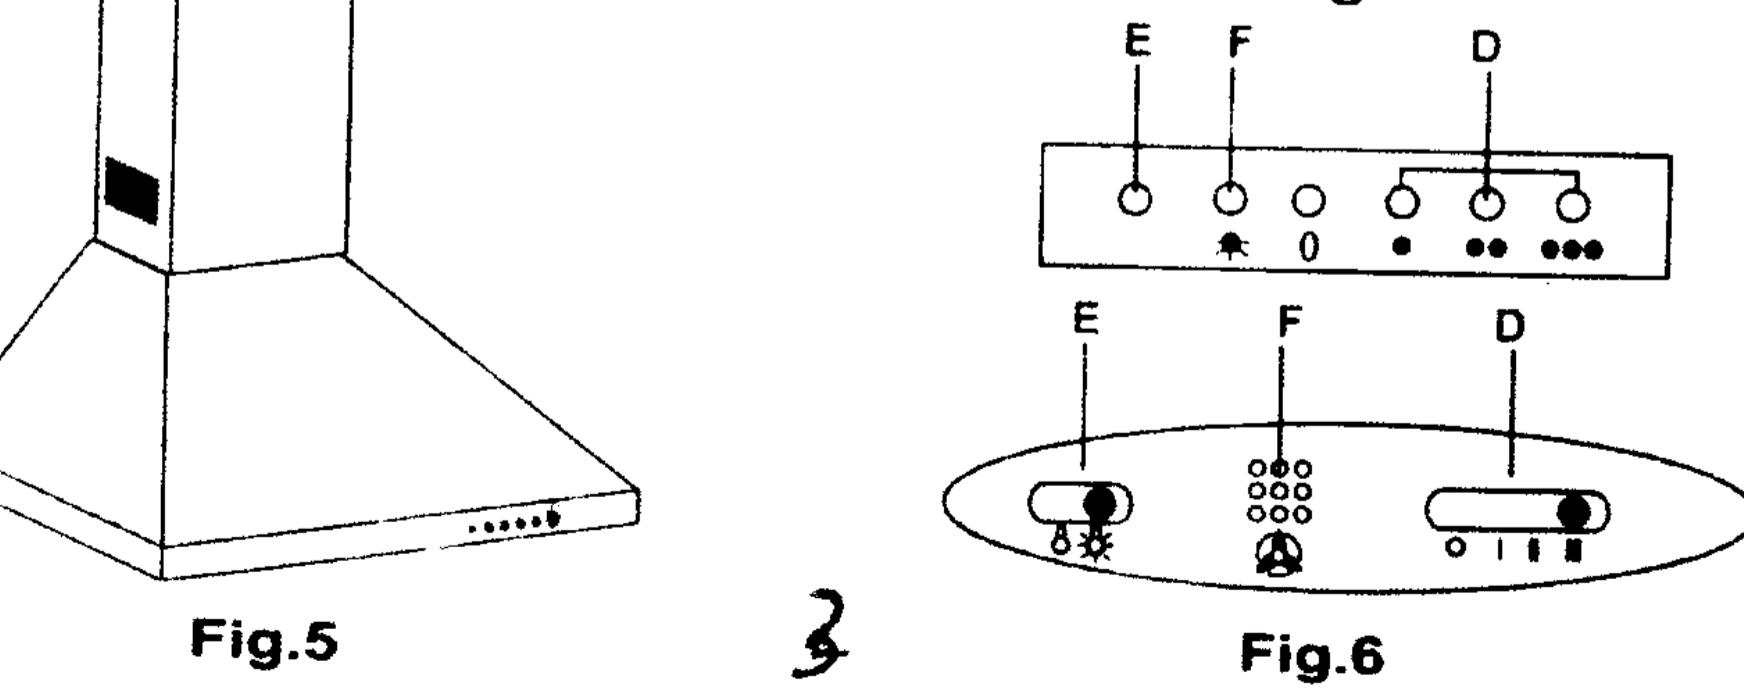

Fig.5
- Next, secure support G to the upper end of the wall, making sure that it is properly aligned with the extendible tube. Extend the movable part of tube B until it reaches support G and connect to the support with the two side screws. (Fig. 5).
- Vervolgens dient de steun G bovenaan tegen de muur bevestigd te worden waarbij er opgelet moet worden dat deze op één lijn komt te staan met de uitschuifbare buis. Het beweegbare gedeelte van de buis B tot aan de steun G uitschuiven en deze aan de zijkanten met twee schroeven vastzetten. (Afb. 5).